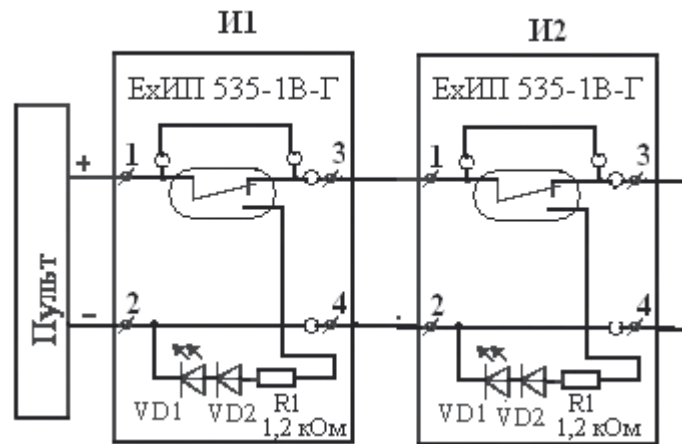

Рис. 6 Схема включения Извещателя ЕХИП535-1В с индексом Г включенного параллельно в двухпроводный шлейф.
3. Извещатель пожарный ручной взрывозащищенный ЕхИП535-1В, предназначенный для эксплуатации в диапазоне температур окружающей среды от минус 60 до 70°C в корпусе из алюминиевого сплава (А), с магнитоуправляемым контактом (Г), для открытой прокладки кабеля (К), схема включения по рисунку 6 (параллельное включение в двухпроводный шлейф), номиналы резисторов – по умолчанию (R1=1,2 кОм), с резиновыми уплотнениями кабелей с диаметром по поясной изоляции от 14 до 18мм: (18) «**Извещатель пожарный ручной взрывозащищенный ЕхИП535-1В-А/Г-К-18-рис.6 ТУ 4371-091-12150638-2002**»